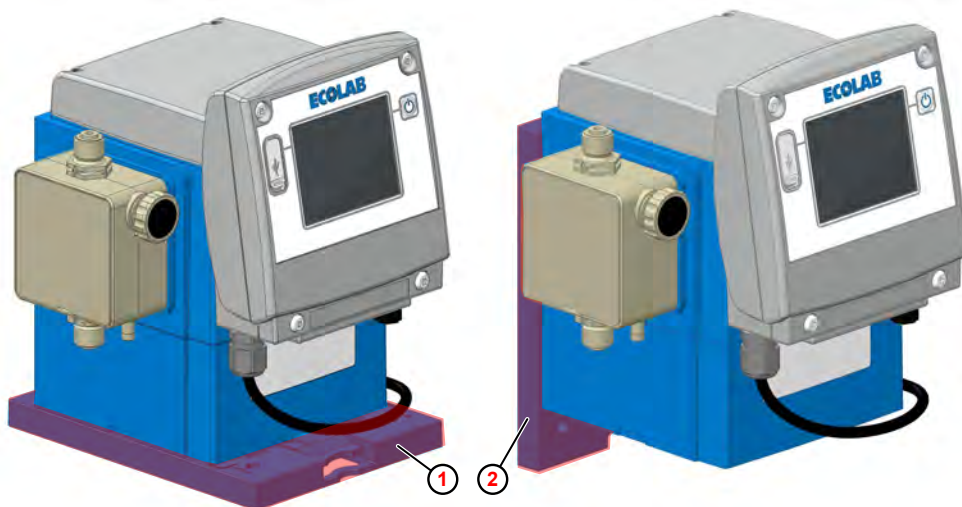

Fig. 13: Montaje en mesa y montaje en pared
① Montaje en mesa
② Montaje en pared
La bomba puede montarse con la placa de montaje tanto de pie (p. ej. sobre una consola o sobre el depósito de dosificación (Fig. 13 , ①), como suspendida en una pared ② .